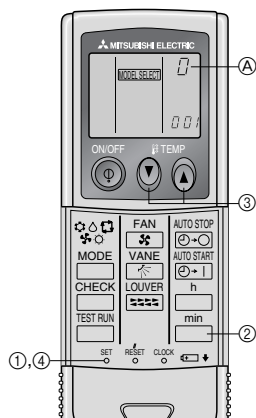

Fig. 6-7
4) Een afstandsbediening aan elk apparaat toewijzen (Fig. 6-7)